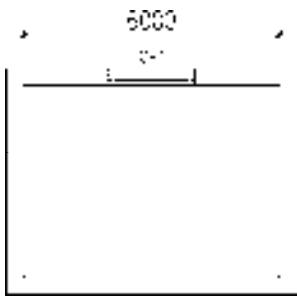

图 9-79 打开素材
1) 按〈Ctrl+O〉组合键, 打开配套光盘提供的“第 9 章/9.2.8 等分区间.dwg”素材文件, 结果如图 9-79 所示。